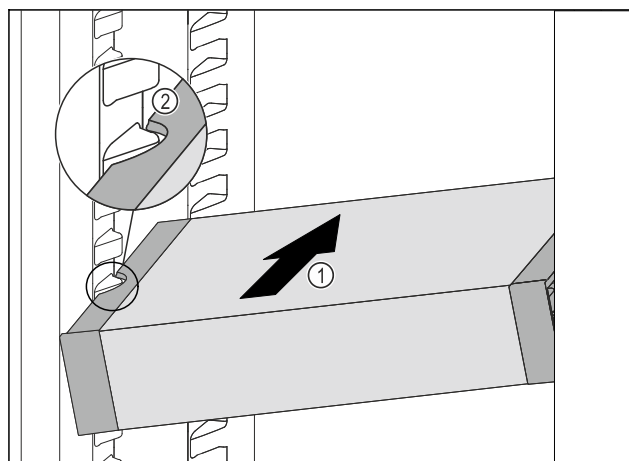

Fig. 200
- ▶ Zasuňte VarioSafe do chladničky pod úhlem tak Fig. 200 (1), aby vybrání na bocích Fig. 200 (2) VarioSafe byla na úrovni žebrování na nádobí v chladničce.